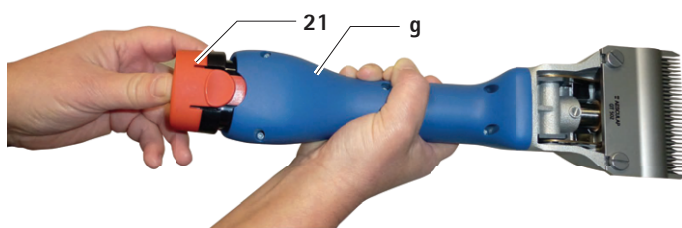

Fig. 2
- ▶ Retirer l'accum Li-ion 21, le charger et/ou insérer un accum Li-ion de recharge GT641 (3INR19/66-1) dans la tondeuse à accum **g**, voir Fig. 2.